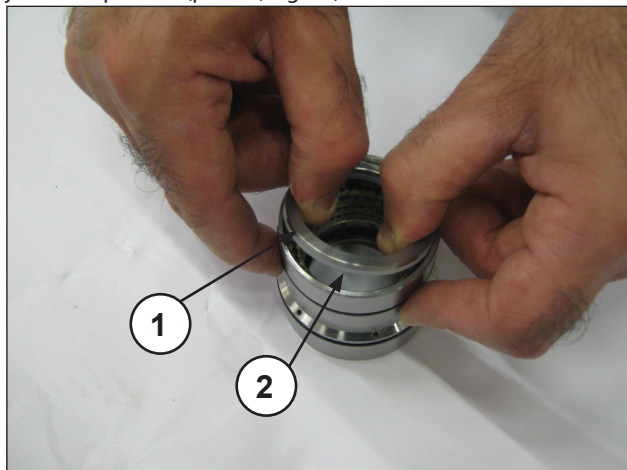
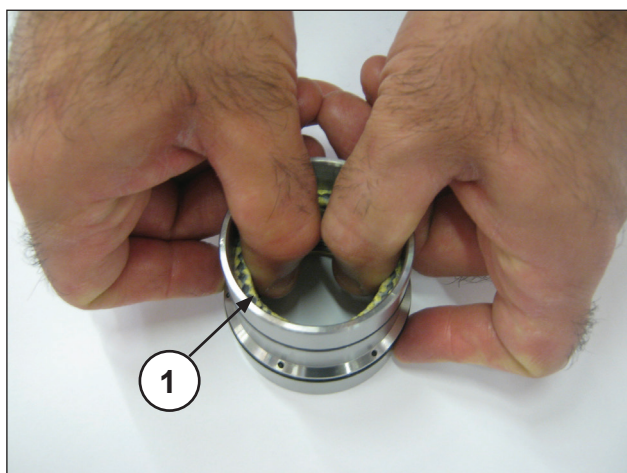

Fig. 48
Fig. 49
Separe o suporte das juntas da camisa, retire o anel para mola e o anel de raspagem (pos. ①②, Fig. 48) para ter acesso às juntas de pressão (pos. ①, Fig. 49).